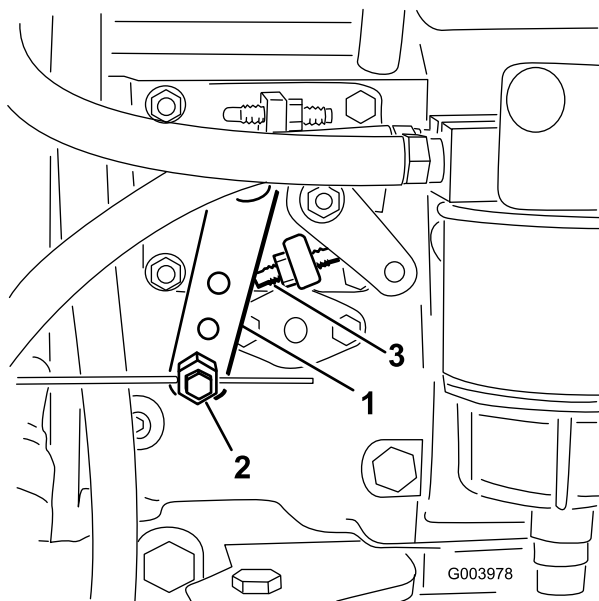

Bild 62
2. Lockern Sie den Anschluss des Bowdenzugs am Arm der Einspritzpumpe (Bild 62).